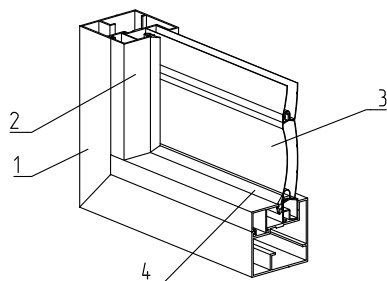

Рис. 19. Установка штапика *FLGU.400.0302*, *FLGU.400.0304* с уплотнителем *FRK39*:
1. По контуру заполнения установить штапики 2 совместно с уплотнителем 4 (рис. 19).